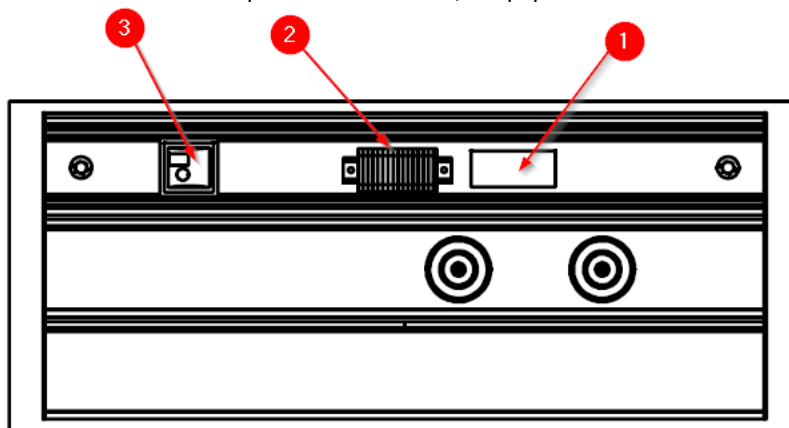

Fig.8 Détail des points de connexion électrique sur AURA
électriques se terminent dans un bornier commun (2), sauf pour la voix et les données, dont la connexion est directe au mécanisme correspondant (3). (Voir Fig.8).